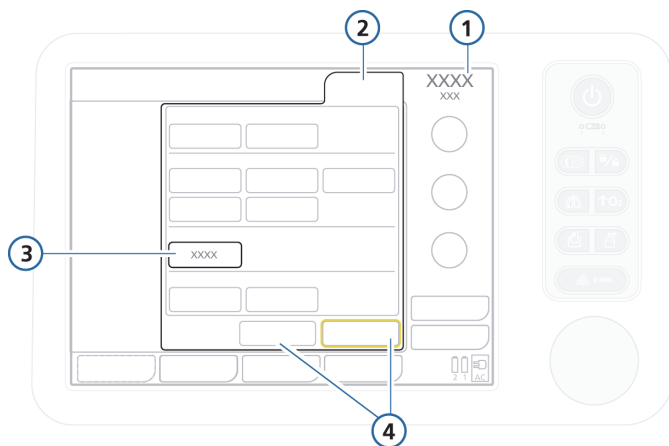

Рисунок 5-4. Изменение режима, окно «Режимы»
1. Откройте окно «**Режимы**». См. рис. 5-4.